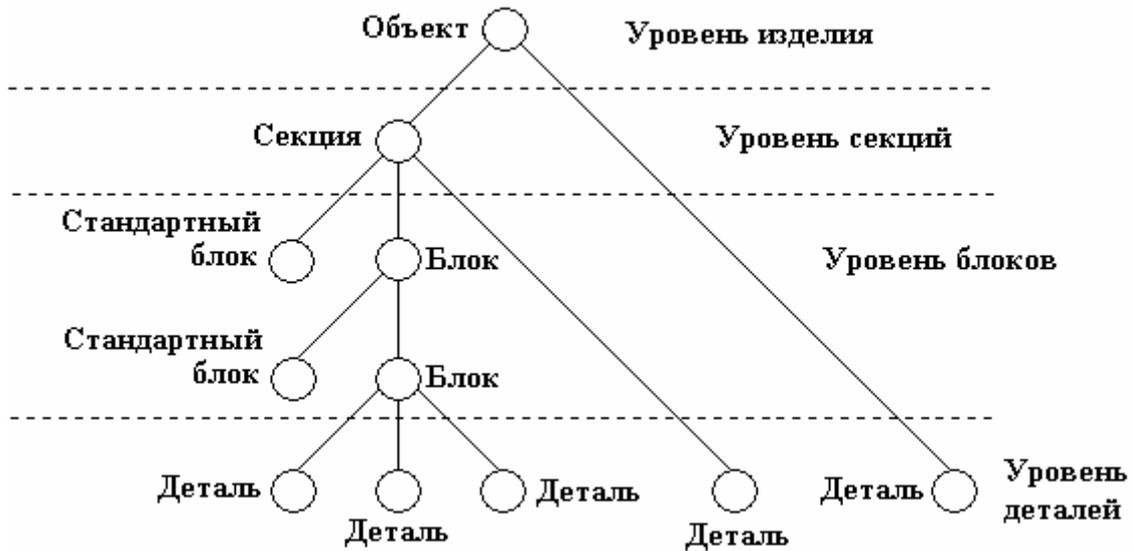

Рис. 149 Планарный граф для описания структуры изделия
Эскизно-структурное описание объекта проектирования основывается на системе классификации корпусной мебели и ее элементов и обеспечивает укрупненное координатное представление мебельной конструкции [31]. Для идентификации элементов этой конструкции предлагается использовать систему соподчиненных понятий (уровней): изделие (F), секция (S), блок или бокс (B), деталь (D). С использованием данных понятий структуру любой мебельной конструкции можно представить в виде планарного графа (рис. 149), каждая вершина которого относится к одному из четырех указанных уровней [32].